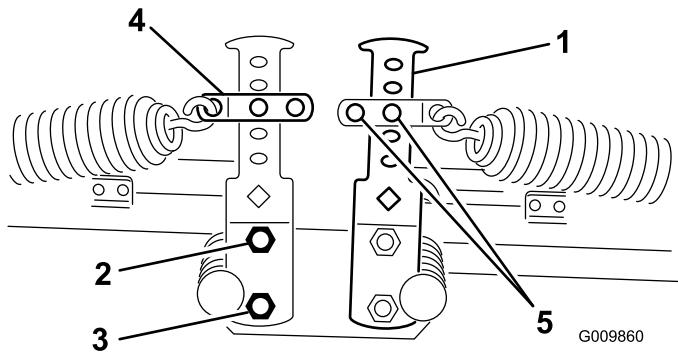
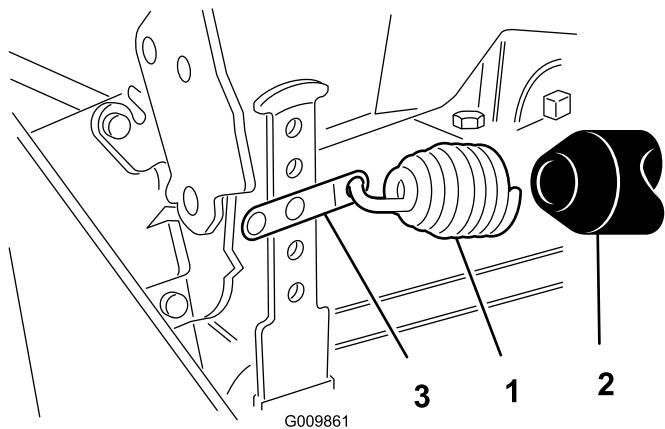

図 12
図 13
- スプリングの反対側の端部を前後のカウンタバランス・アーム（図 12 と 図 13）の適切な穴（選択方法は以下を参照）に引っ掛ける（スプリング・シャックル、クレビスピング、コッターピンを使用）。
4. 先ほど取り外したボルトとナットを使ってカウンターバランスタブの下部をフレームに固定する。一番上のボルトを締め付ける(図 12)。